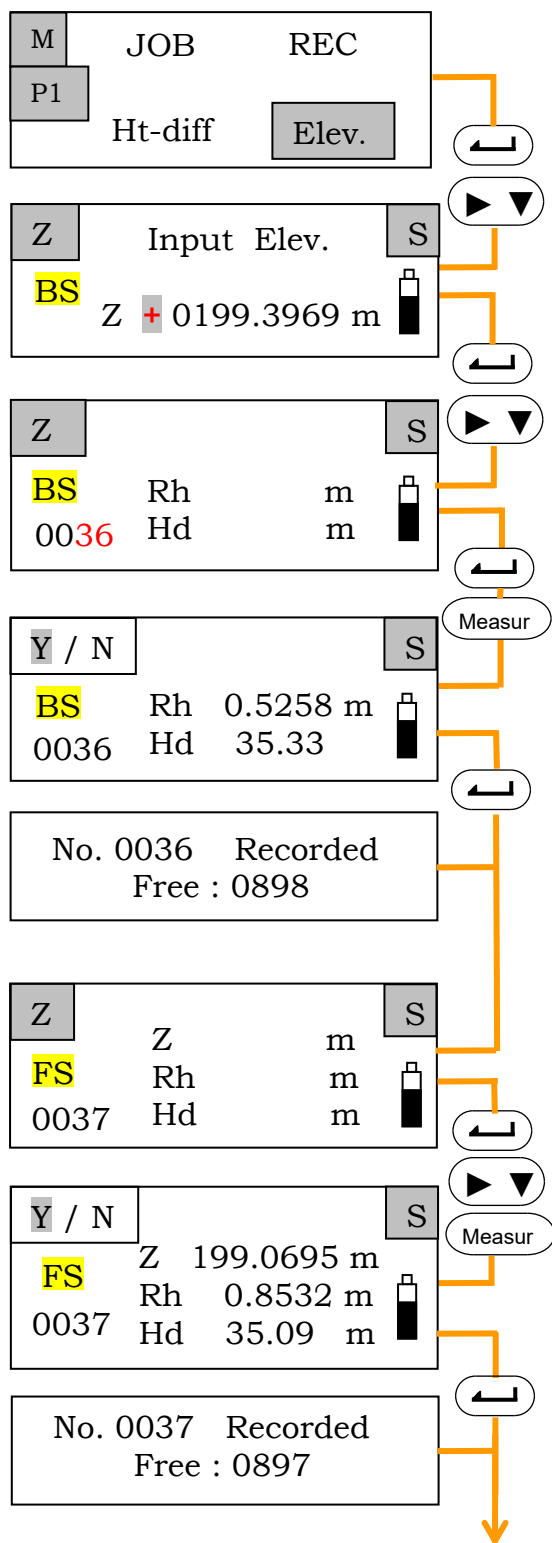

Рис. 6.10. Вихідний алгоритм вимірювання відміток (початок рисунку)
**6.7.1. Однократні вимірювання відміток із збереженням результатів «вручну».** Опис процесу вимірювань та алгоритм дій в рамках зроблених налаштувань показані на рис. 6.10. В обраному файлі роботи, якій вже використовувався, налаштовані одноразовість вимірювань (S), прямий хід (Go) та ручний режим запису даних (Manual).